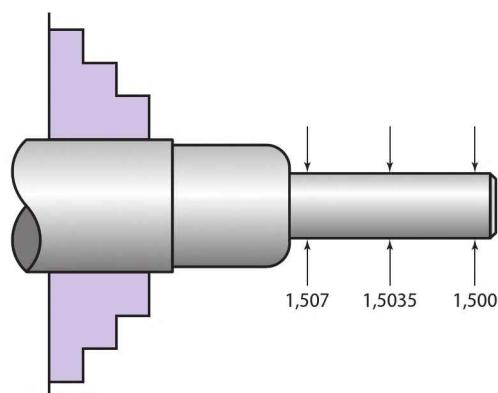

Figura 4-40 Qual é a causa mais provável?
- 13.** Na Figura 4-40, a peça mostra as medições no desenho do cilindro de diâmetro 1,500 pol. depois de feitas 74 peças. Liste os possíveis problemas em ordem de probabilidade. (Dicas: Testando uma a cada cinco, 40 peças foram feitas de acordo com a especificação. Então, a configuração foi assumida como estabilizada e assim, não foi feita medida adicional até a peça 75. Todas as outras medições foram aceitas em conformidade com a peça.)